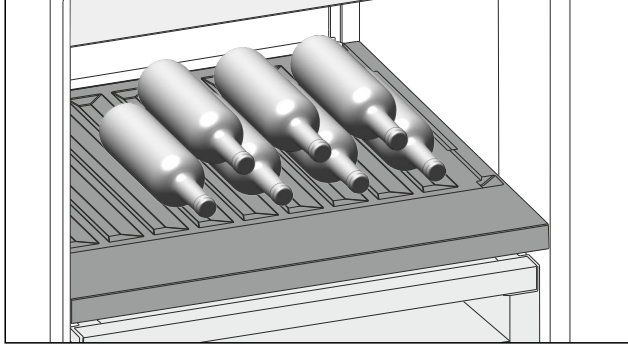

Fig. 157
- Şişeleri, tabanları arkaya, arka panele gelecek şekilde yerleştirin. (bkz. Fig. 157)